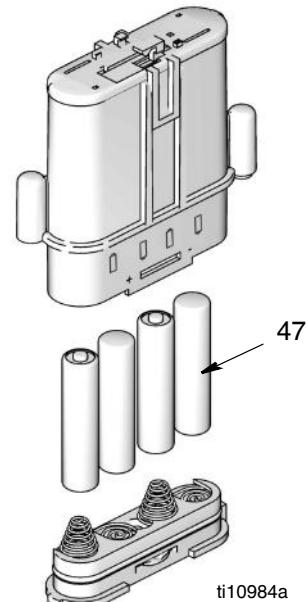

Рис. 37
<ul style="list-style-type: none"><li>Для замены можно использовать только батареи типа и размера, указанные в этом руководстве.</li></ul> <p>Батареи, которые поддерживают ожидаемую продолжительность срока службы:</p> <ul style="list-style-type: none"><li>Energizer E91</li><li>Соблюдайте правильную полярность при установке батареи в их секцию (Рис. 37). Установка соответственно обратной полярности может повредить расходомер.</li><li>Не используйте совместно разные типы батареи или старые батареи с новыми. Всегда меняйте сразу 4 старые батареи на 4 новые.</li></ul>
- Установите новые батареи. Направление установки батареи см. на Рис. 37.